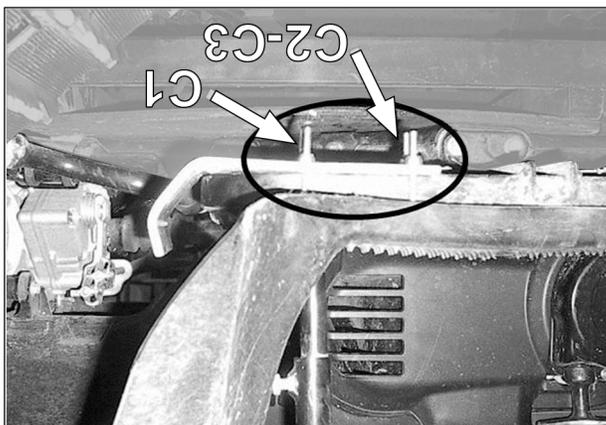
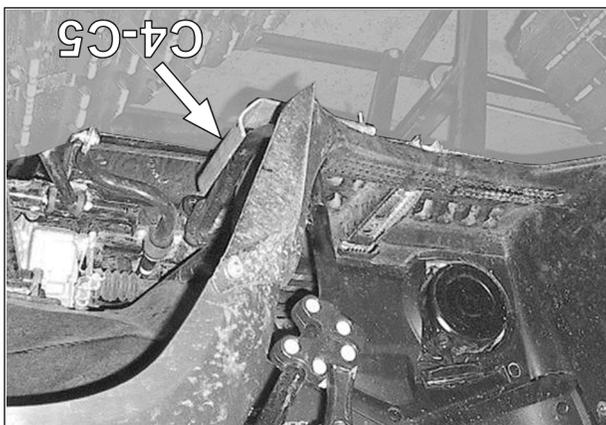

Fig. 25
Fig. 24
4. Installer les protecteurs de repose-pied (C4-C5). Utiliser les boulons en «U» M6x1,0 (C1), les rondelles (C2) et les écrous (C3). Couper l'excédent. Voir la Fig. 24 et la Fig. 25